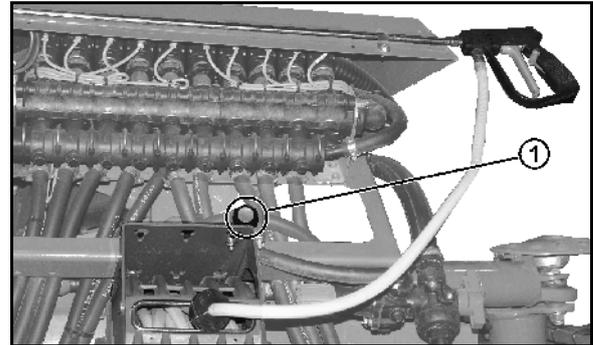

Fig. 120
- permette un ricircolo continuo del liquido a sistema di ricircolo a pressione attivato all'interno della tubazione del prodotto. Al riguardo, ad ogni larghezza parziale è assegnato un tubo di raccordo per il lavaggio (Fig. 120/1).
- un tubo per raccordo di lavaggio (Fig. 120/1) per ogni larghezza parziale.